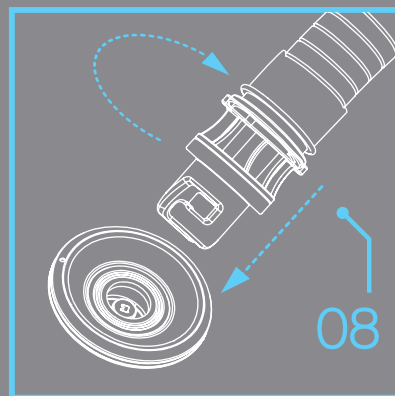

Abbildung 2.
Schließen Sie den **Luftanschluss (8)** an das **Füllventil Ihrer SUP** an. Drücken Sie den Luftanschluss fest nach innen und drehen Sie ihn im Uhrzeigersinn, um die Verbindung zu sichern (**Abbildung 2**).